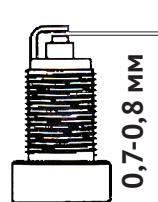

рис. 3
6.2.3 Рекомендуется проверить величину межэлектродного зазора, которая должна быть около 0.7...0.8 мм (рис.3). При существенном отличии измеренной величины зазора указанным требованиям заменить свечу.